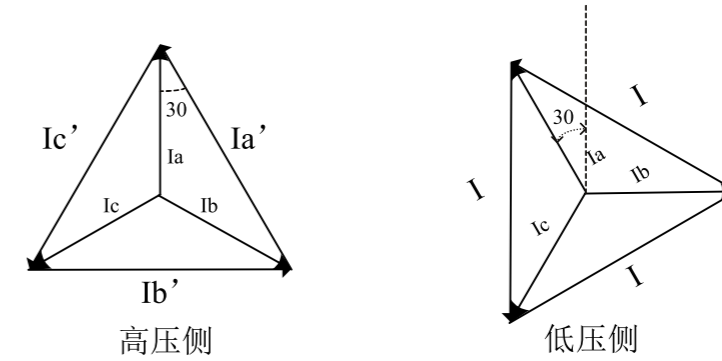

图4-1 Δ/Y方式TA接线向量图
(1) 微机保护用电流互感器采用常规的“Δ/Y”接线方式, 如图4-1所示